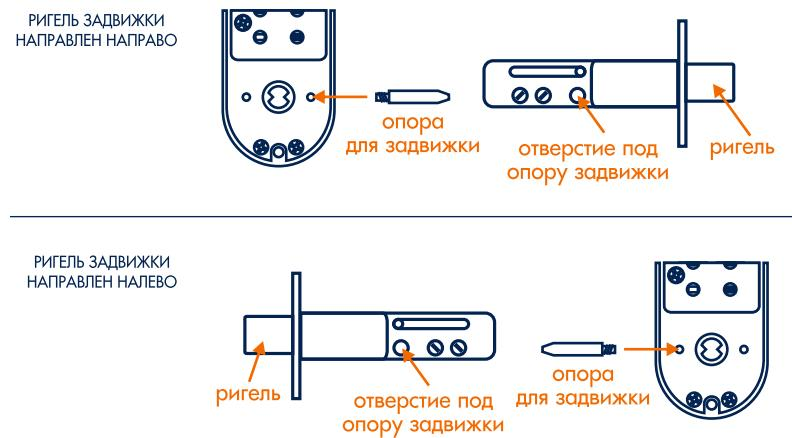

рис. 4
- в отмеченных на двери местах просверлите 2 отверстия: диаметром 13 мм под поворотную планку (4) и 7 мм под опору задвижки (13), а также 2 отверстия диаметром 8 мм под втулки (12).
Опора (13) необходима для точной фиксации задвижки (5) в двери. Установите опору (13) для задвижки (5) в корпус замка (1), используя рис. 4.